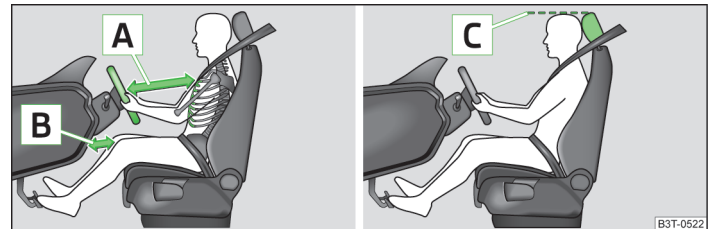

Abb. 159 Richtige Sitzposition des Fahrers / richtige Kopfstützeinstellung
- Das Lenkrad so einstellen, dass der Abstand zwischen Lenkrad und Brustbein mindestens 25 cm beträgt  » Abb. 159 und der Abstand der Beine zur Schalttafel im Bereich des Knieairbags mindestens 10 cm beträgt .
- › Die Kopfstütze so einstellen, dass die Oberkante der Kopfstütze sich möglichst auf einer Höhe mit dem oberen Teil Ihres Kopfes befindet¹⁾ **C** » Abb. 159 auf Seite 179.
- › Die Kopfstütze so einstellen, dass die Oberkante der Kopfstütze sich möglichst auf einer Höhe mit dem oberen Teil des Kopfes befindet **C** » Abb. 159 auf Seite 179.